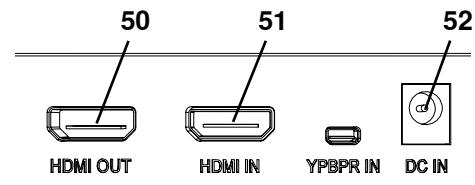

图35
- ⇒按HDMI 录像机的 REC 按钮（图35、56）。
- ◆ LED 信号灯（图35、55）变为红色。
- ⇒将耳机的麦克风电线（粉红色插头）插入 MIC IN（图35、54）（粉红色标记）。